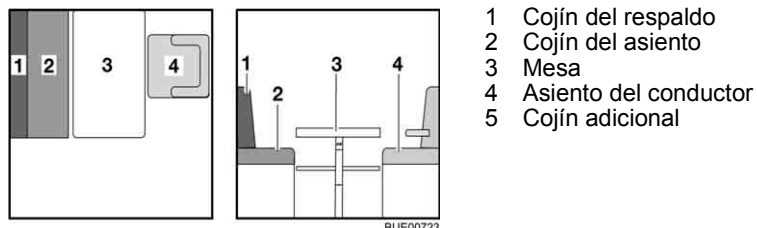

Fig. 91 Antes de la transformación
- Girar el asiento del conductor (Fig. 91,4) y empujarlo completamente hacia adelante.
- Transformar la mesa (Fig. 91,3) en base de cama (véase apartado 6.12.1).
- Poner a un lado el cojín del respaldo (Fig. 91,1).